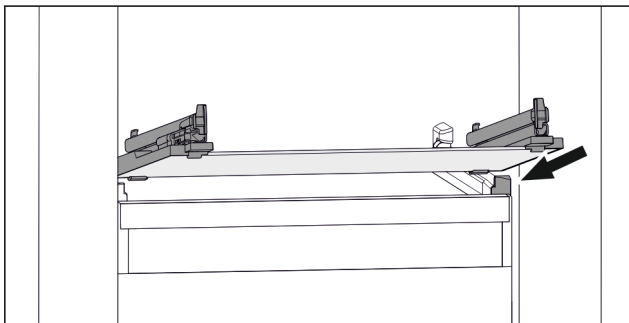

Fig. 107 Representación de la placa de vidrio a modo de ejemplo
- ▶ Coloque la placa de vidrio inclinada detrás de los topes. (consulte Fig. 107)